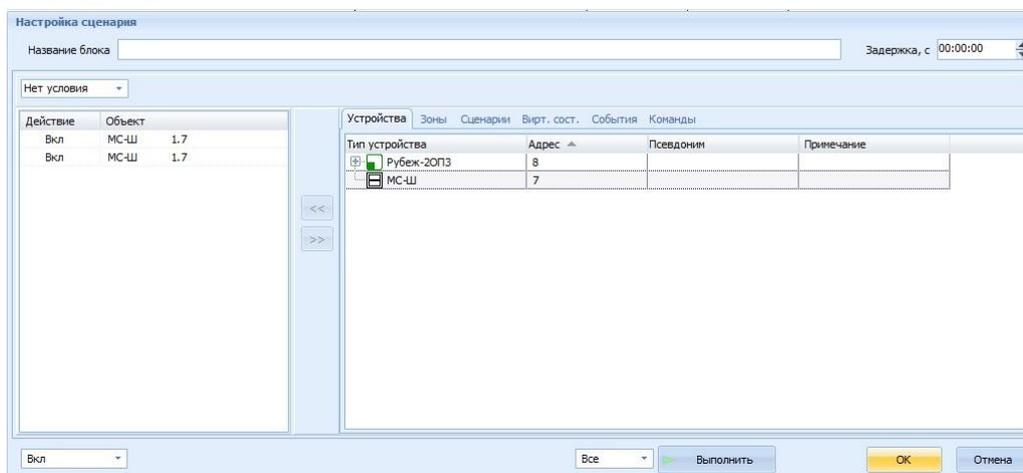

Рисунок 4.30 Окно «Настройка сценария»
2) В сценарий добавить исполнительный блок, в окне **Настройка сценария** перенести МС-Ш в левое поле (переносим столько раз, сколько направлений необходимо запустить) (Рисунок 4.30).